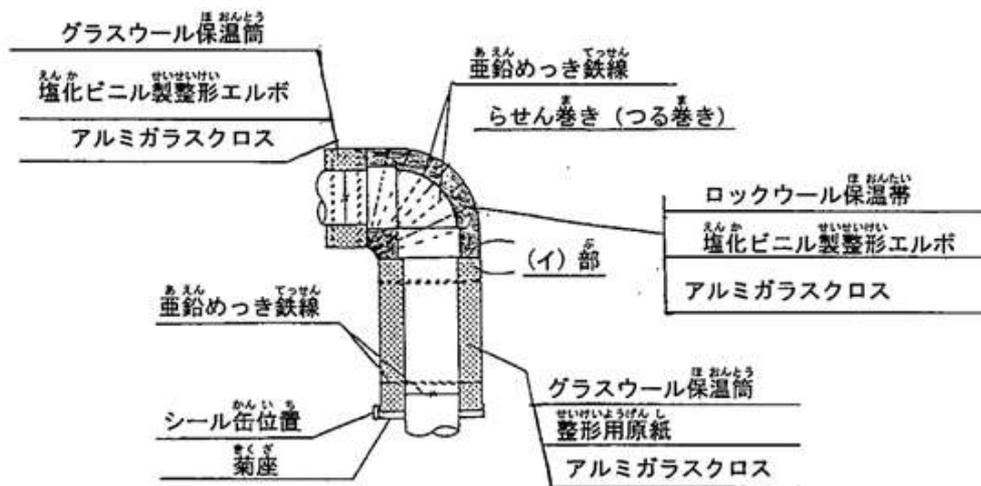

図5 B部 詳細図
(2) B部 (保温作業)
B部は、図5、図6、図7及び次の①~④に従って、保温作業を行います。
① 次の a)~c)に従って、立ち上がり管の保温作業を行います。
- ・ 保温筒は、詳細図(図5)に示すように2箇所を $\phi 0.8\text{mm}$ の亜鉛めっき鉄線で、2重巻きにして締め付けます。